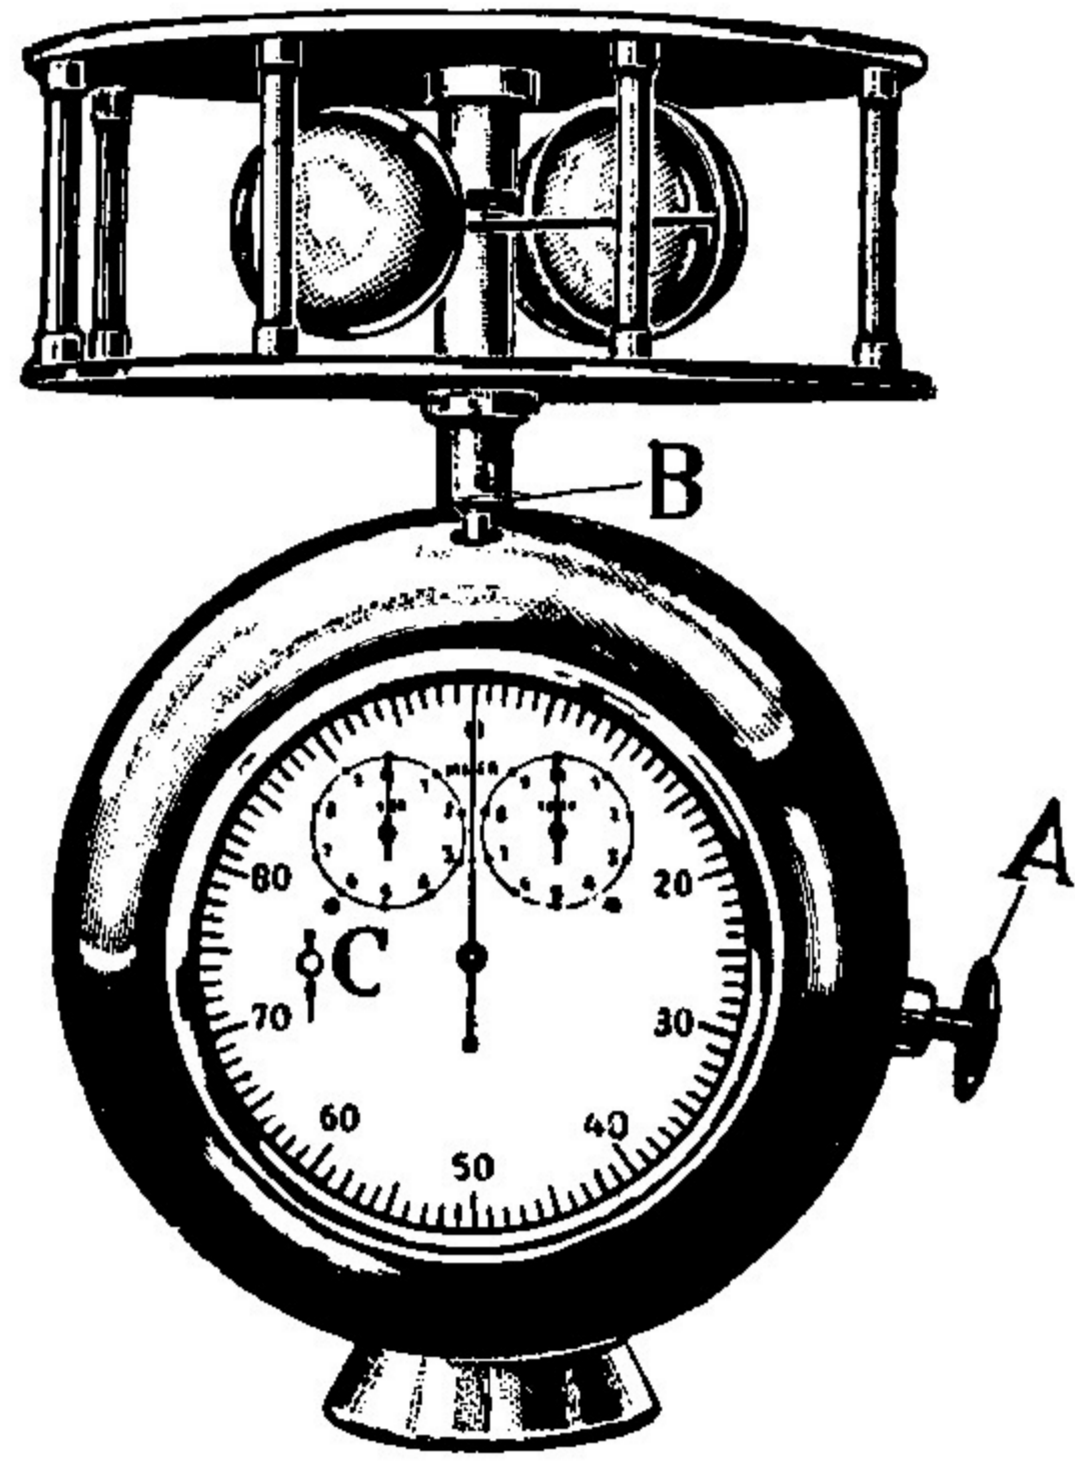

Bild 5
- 16 a   Kugelhaus-Schalenkreuz-Anemometer mit Schaltuhr (Bild 5), 2 Minuten Anlaufzeit, 3 Minuten Meßdauer, etwa 2 Minuten Auslauf, Meßbereich 10000 m, Geschwindigkeitsgrenzen 0,6 und 50 m/sek, mit Momentnullstellung der Zeiger, mit Hülsenhandgriff, in Transportkasten.